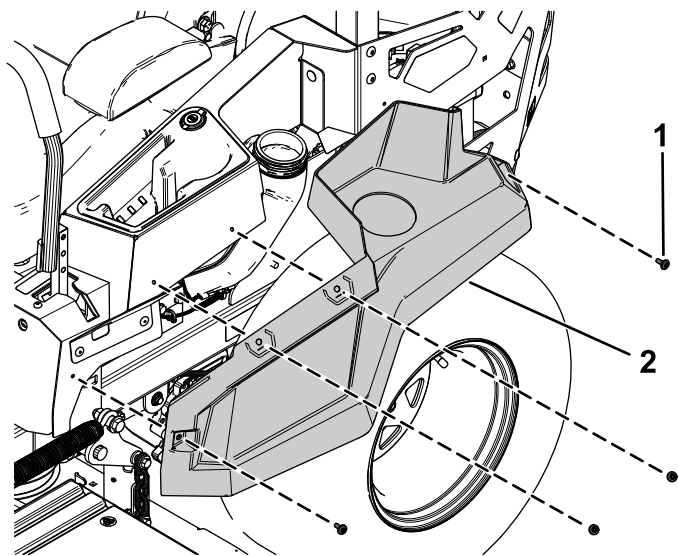

Figura 4
2. Togliete le 4 viti di spallamento che fissano la protezione sinistra e rimuovetela (Figura 4).